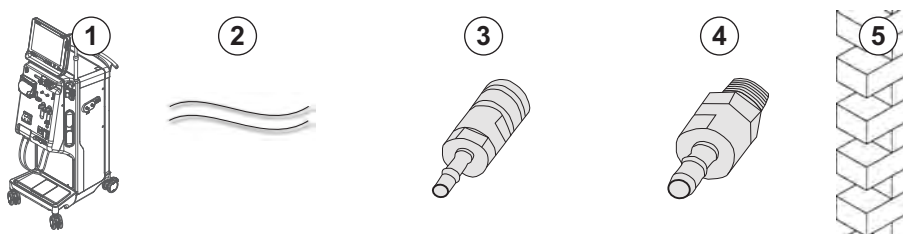

Bild 4-7 Aquaboss-kopplingar för central koncentratförsörjning
- Koncentratkoppling hona (Bild 4-7, ③) (maskinsida) material 1.4529 EPDM
- Koncentratförslutningsnippel hane AISI 316L (④ , väggsida), material 1.4529 EPDM
1. Anslut koncentratkoppling hona (③) till den centrala koncentratförsörjningsslangen (②) som kommer direkt från maskinen.
2. Anslut koncentratkoppling hona (③) till koncentratförslutningsnippel hane (④) som sitter fast i väggen.